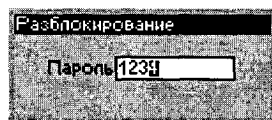

Рисунок 2.23 Ввод пароля
- **Разблокирован.** Перевод в данный режим осуществляется из режима «Запись» путем нажатия клавиши **Разблокировать**. Оператору будет предложено ввести пароль в соответствующее поле (см. рис. 2.23). Далее следует нажать клавишу **Ввод**. В случае, если пароль введен верно, станет возможным изменение конфигурации регистратора.